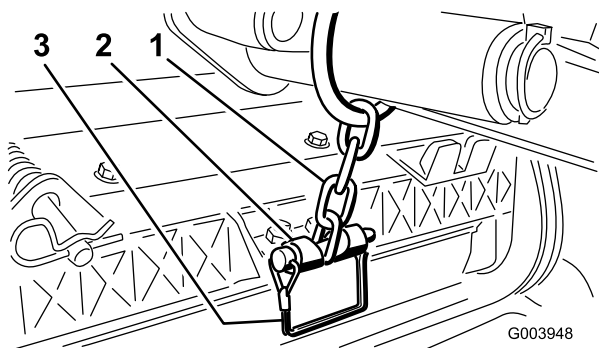

図 19
13. スナッパピンを使って、昇降アームのチェーンを昇降アームに固定する 図 19。カッティングユニット